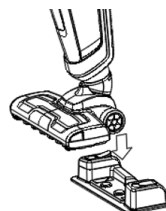

Fig. 8
4. Monter le balai sur le réservoir d'eau (Fig. 8).
5. Utiliser le bouton à bascule (E) pour mouiller le tissu de la vadrouille si nécessaire.